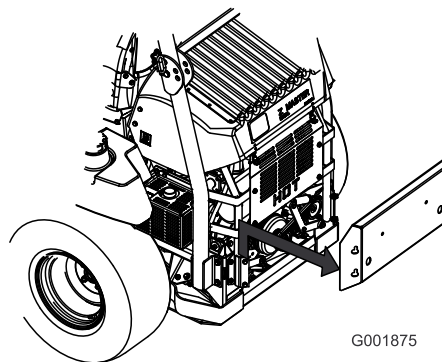

Figura 66
3. Retire el panel trasero del motor (Figura 66).